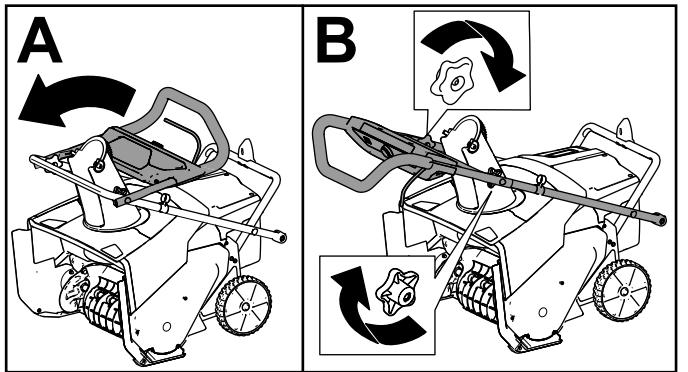

図 4
2. 上部ハンドルを広げ、上部ハンドルノブを所定の位置にカチッとはめ込む図4のA。
3. ハンドルノブを締める図4のB。